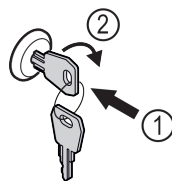

Fig. 172
- ▶ Trykk inn nøkkelen Fig. 172 (1).
- ▶ Vri nøkkelen 90° med klokka Fig. 172 (2).